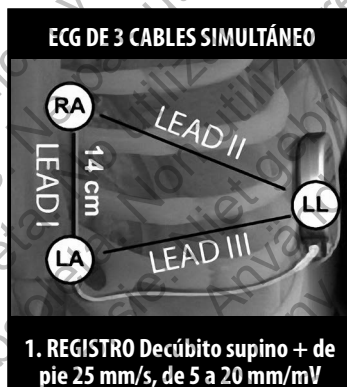

Figura 2: Ubicación típica de los electrodos de ECG de superficie para el seguimiento del paciente
1. Para llevar a cabo el proceso de seguimiento del paciente, se debe obtener un equivalente de superficie de los vectores de detección subcutáneos. Es importante obtener el ECG de superficie en el lugar que representa la posición prevista del sistema S-ICD implantado. Al colocar el sistema S-ICD en la ubicación de implante típica, el electrodo del ECG de superficie debe ubicarse como se describe a continuación (Figura 2). Si se desea una ubicación no estándar del electrodo o del generador de impulsos del sistema S-ICD, se deben modificar las ubicaciones del electrodo de ECG de manera adecuada.